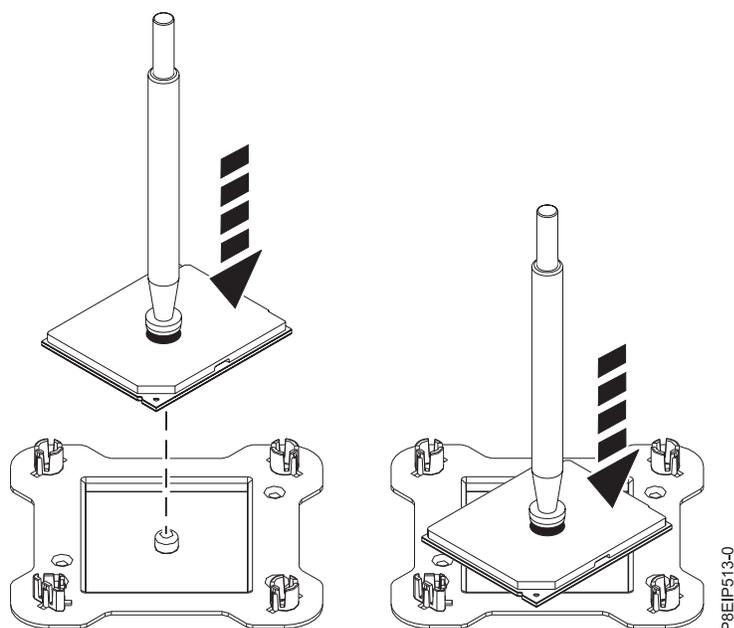

Figura 80. Colocando o processador em ângulo na tampa superior do pacote
9. Segurando a pinça a vácuo, levante a pinça e o módulo de processador do sistema do soquete. Coloque-os em ângulo na tampa superior do pacote do módulo de processador do sistema conforme mostrado na Figura 80. Colocar o módulo de processador do sistema em ângulo na tampa superior do pacote do módulo de processador do sistema tornará mais fácil retirar e colocar no pacote depois de substituir o módulo de processador do sistema.